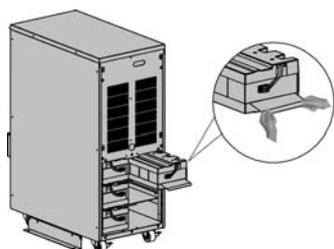

Fig. 7-3 Sostituzione Batterie - Step 3
3) Rimuovere il pacco batterie dal cabinet. Vedi Fig. 7-3.